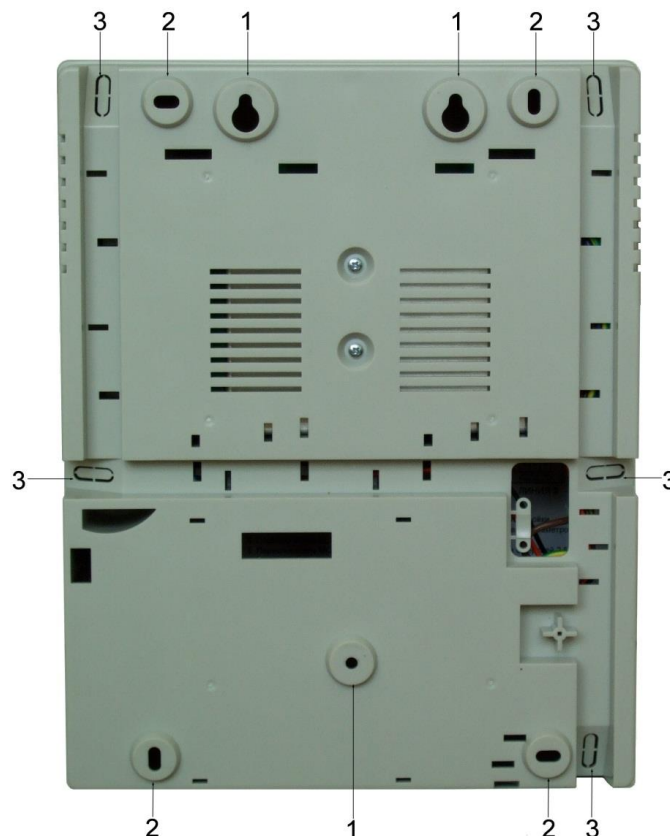

Рисунок 4. Монтажные отверстия
При этом используются отверстия (1) (см. рис. 4). Корпус монтируется на саморезы и дюбели, установленные на одной горизонтали на расстоянии 80 мм. После этого корпус закрепляется в нижнее отверстие, которое находится за аккумулятором резервного питания.